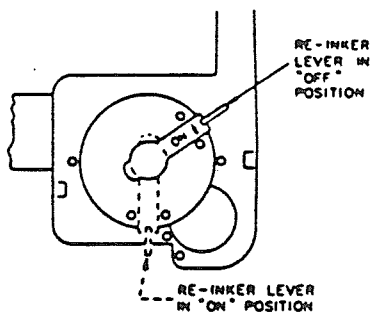

FIG.6
- 6- S'assurer que le re-encreur soit dans la position OFF (FIG.6).